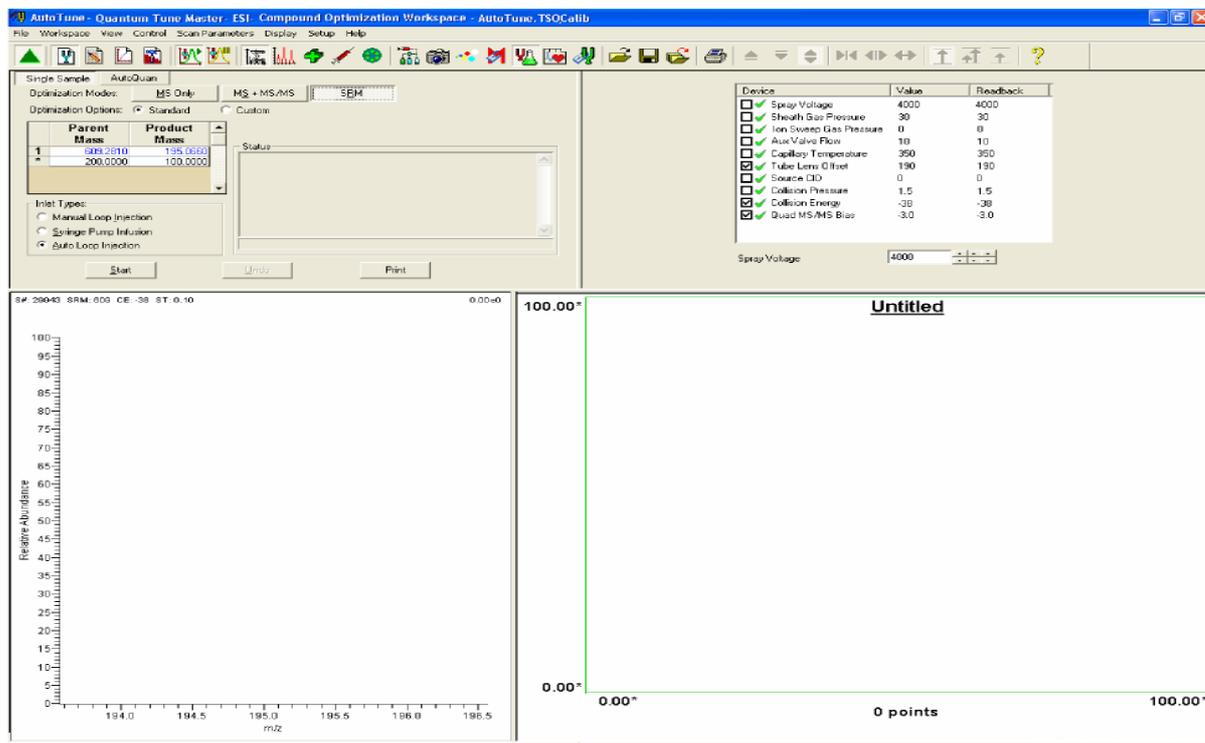

图 3-8. 化合物优化工作区域
1. 在Tune Master中的Control / Scan Mode工具栏上点击Compound Optimization Workspace，显示该工作区域如图3-8。
- a. 选择Optimization Modes: SRM（选择反应监测）按钮，允许用户优化一个选择反应，如图3-8。